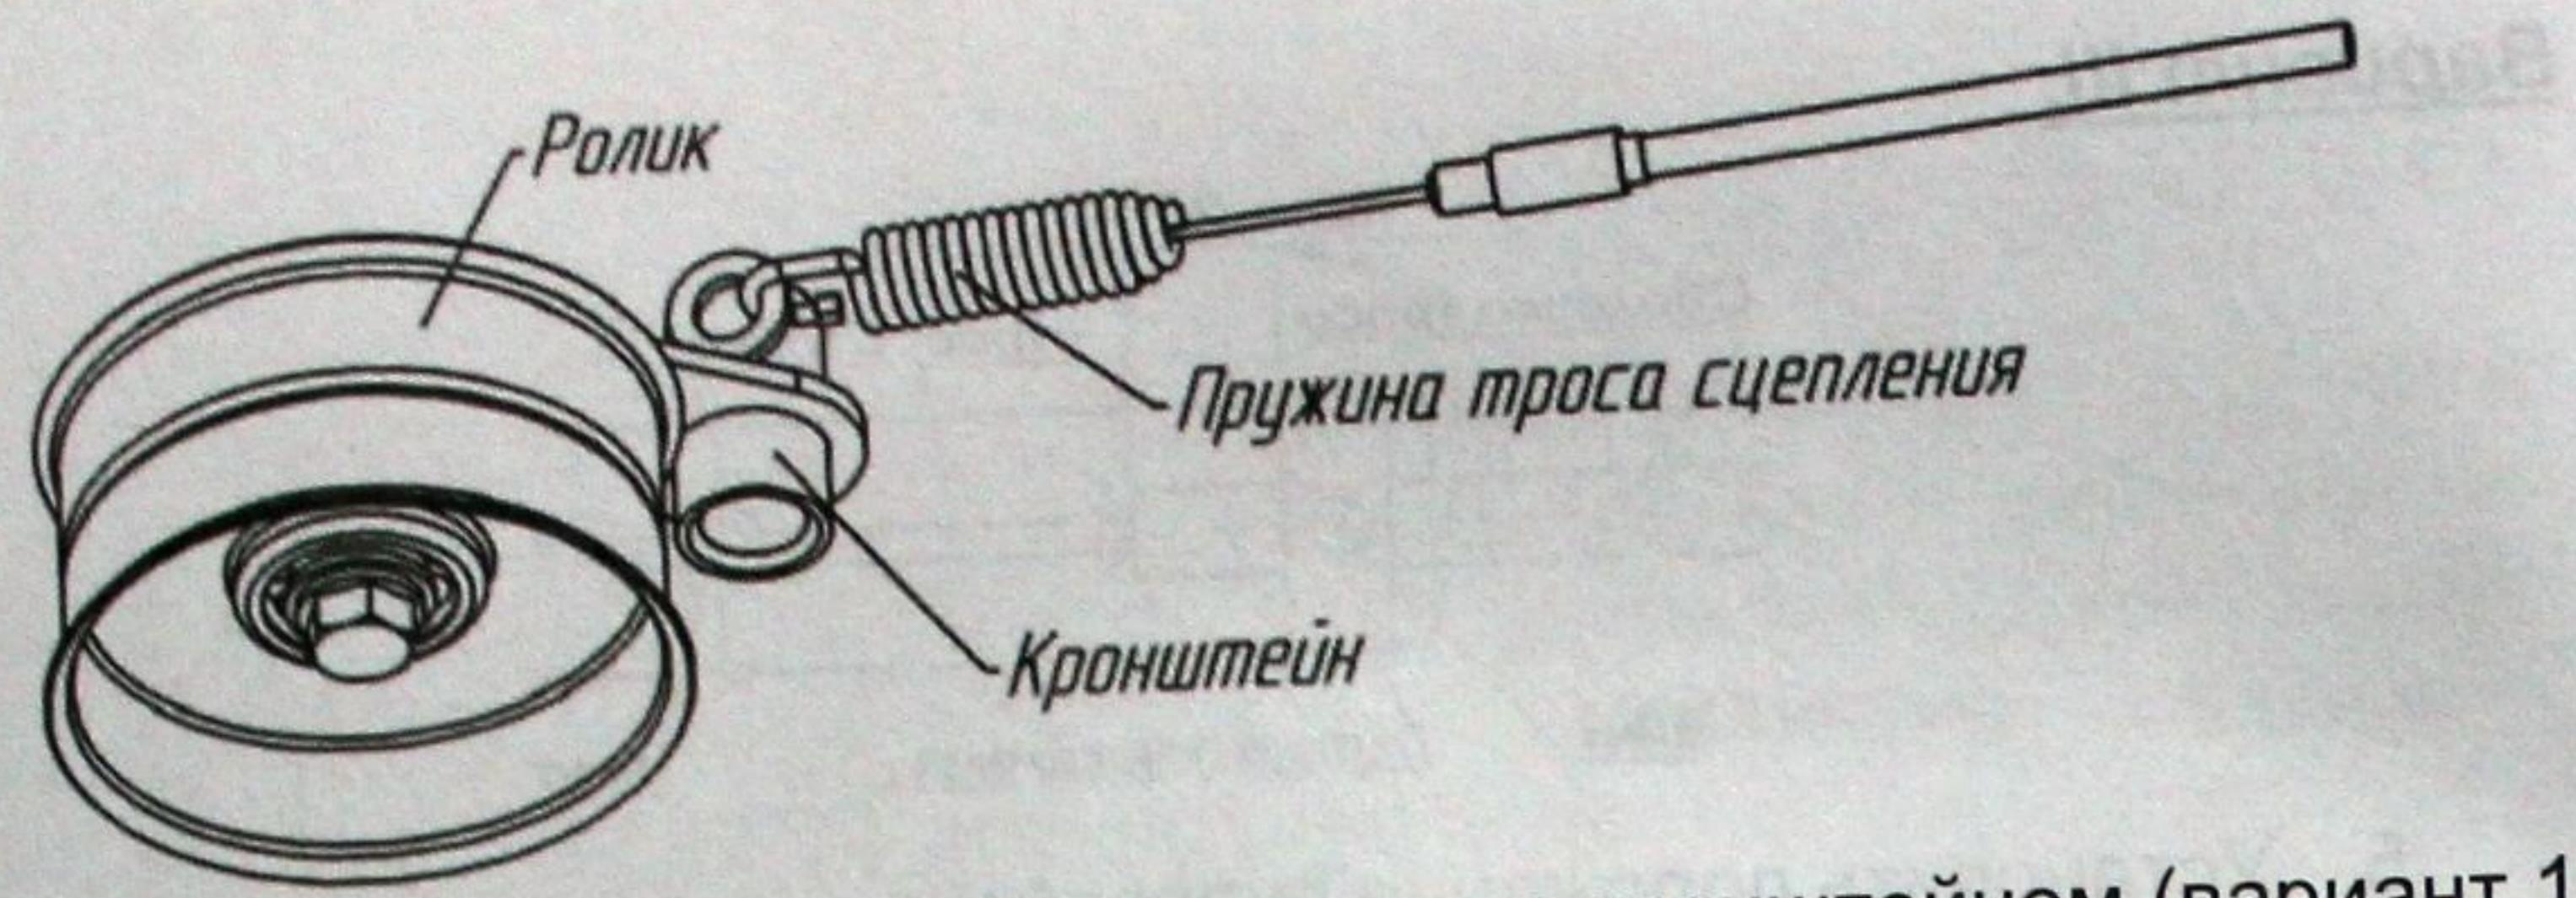

Рис.6. Схема зацепления троса сцепления с кронштейном (вариант 1)
- зацепите пружину троса сцепления за кольцо на кронштейне, затем заведите оболочку троса с металлическим упором в направляющую и зафиксируйте его в отверстии (рис.6).